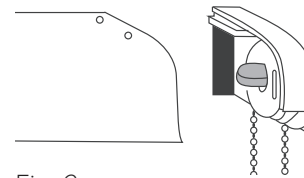

Fig. 2
b. Deslice la cenefa hacia las abrazaderas de la cenefa (Fig. 2).